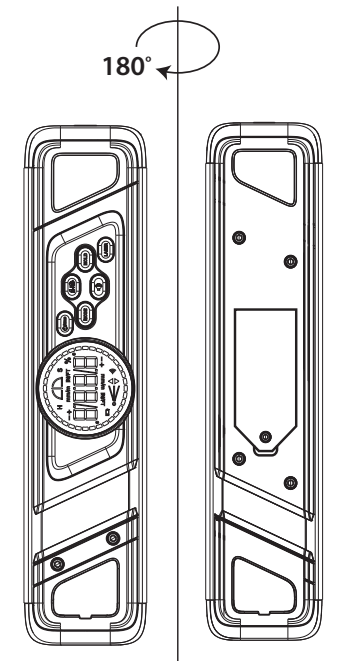

Рис. 4
- Поверните прибор на 90°, а затем нажмите кнопку (3). Надпись **CAL3** начнет мигать, а затем превратится в **CAL4**.
- Не перемещая прибор, поверните его на 180°, а затем нажмите кнопку (3). Надпись **CAL4** начнет мигать. Когда надпись **CAL4** исчезнет с дисплея (8), вертикальная калибровка будет завершена (рис. 4).